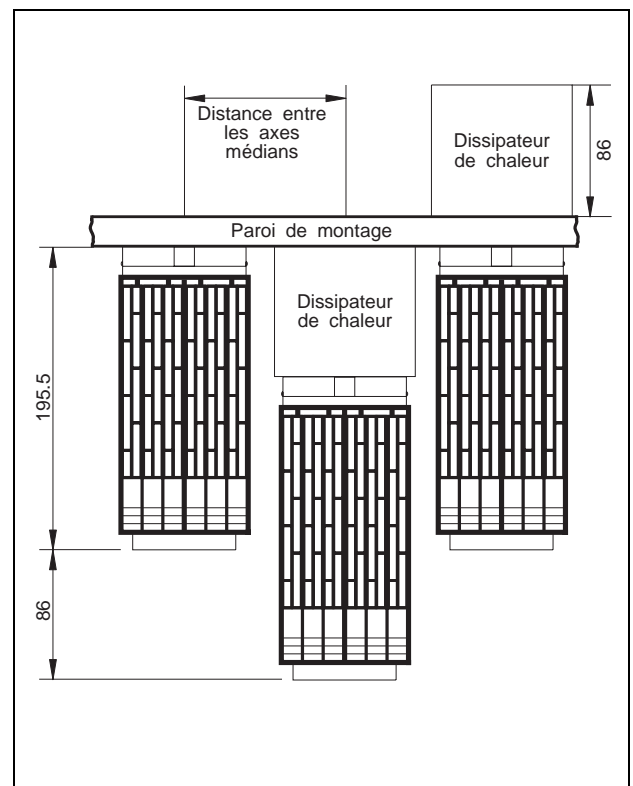

Figure 6-5 Montage dissipateur thermique
Le dissipateur de chaleur (voir figures 6-5 et 6-6) peut être monté dans l'armoire électrique ou à l'extérieur sur l'armoire électrique.
1. Le dissipateur thermique est monté dans l'armoire électrique (figure 6-5).
1. Le dissipateur thermique est monté à l'extérieur sur l'armoire électrique (figure 6-5).